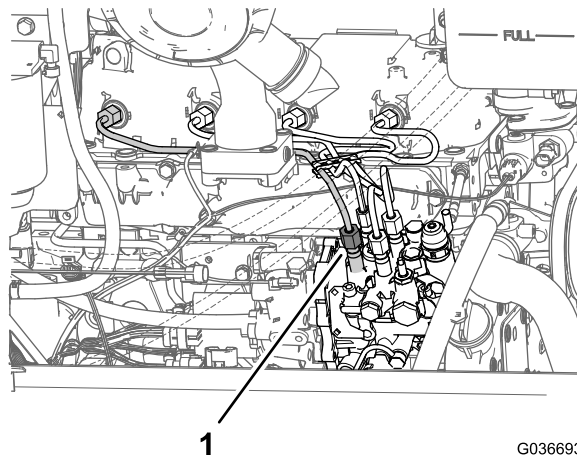

Figura 74
1. Desaperte a porca do tubo para o injetor de combustível n.º 1 do cilindro na bomba de injeção (Figura 74).